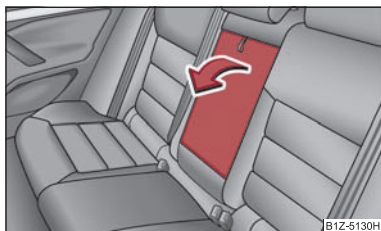

Fig. 63 Scaunele din spate: Cotiera
- Cotiera poate fi pliată în jos trăgând de curelușă ⇒ fig. 63. ■